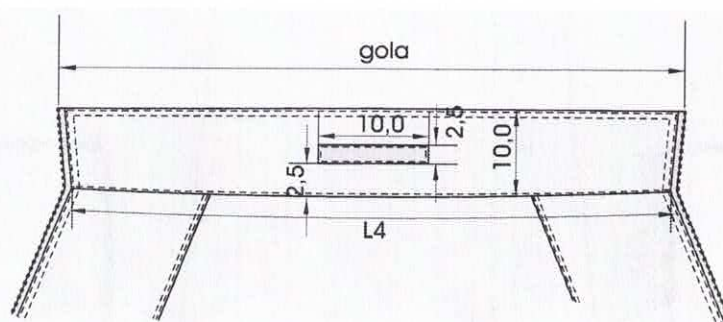

Figura 5- Detalhes da gola e do posicionamento do fecho de contato
4.5.1 Gola em tecido duplo, medindo 10,0 cm de altura e fecho de contato medindo 10,0 cm de comprimento por 2,5cm de largura. (ver Figura 5); e